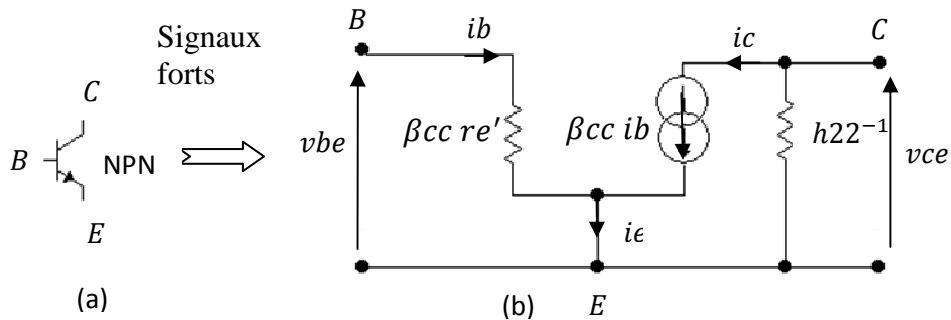

Figure 3.2
- Faire le schéma équivalent en alternatif normalement comme si c'était un transistor bipolaire pour signaux faibles et remplacer β par β_{cc} et h_{11} par $\beta_{cc} r_{e'}$, figure 3.2. $r_{e'}$ est la résistance d'entrée du transistor en régime de signaux forts. β_{cc} est le gain en courant pour signaux forts à la place de β qui est pour signaux faibles,